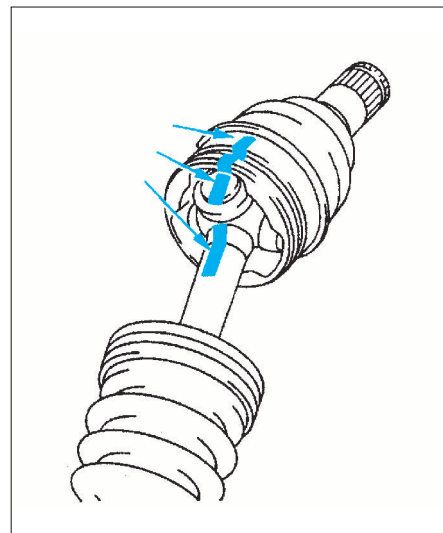

FIG. 4
- À l'aide d'un feutre, effectuer des repères d'alignement entre le bol, le tripode et l'arbre (fig. 4).